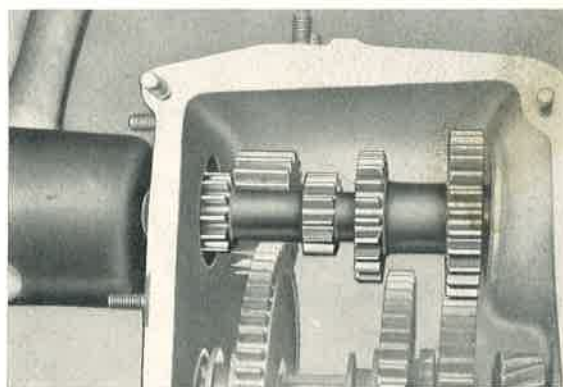

Bild 32e/1: Während des Einschlagens der Antriebswelle wird diese so gedreht, daß die Zähne nicht aufeinanderstoßen. Rückwärtsgangrad steht vor Zwischenrad.
Antriebswelle mit leichten Schlägen soweit durch das Doppelrad in das Lager 6203 der Kupplungsseite hindurchtreiben, bis das Zahnrad für Rückwärtsgang ins Zwischenrad einzugreifen beginnt (Bild 32e/1).
- c) Um ein Wandern der Antriebs- und Schaltwelle, bzw. der Außenlager 6203 zu verhindern, muß die Distanz zwischen den Lagern und dem Tacho-Deckel, bzw. dem Bund des Deckels ausgeglichen werden. Um das Ausgleichsmaß zu ermitteln wird mit einer Schublehre mit Tiefenmaß der Abstand zwischen Lager-Außenring und Gehäuse-Oberkante einschl. Dichtung gemessen. Desgleichen ist die Höhe des Bundes am Gehäusedeckel festzustellen. Die Differenz dieser beiden Maße ergibt die Stärke der einzulegenden Distanzscheiben (Bild 32e/2) (Bild 32e/3).
Achtung! Um eine Beschädigung dieses Abdichtringes (17x28x7) zu vermeiden, wird dieser auf eine Schutzhülse aus Messing- oder Kupferblech gesteckt und mittels eines passenden Rohres (Innen- ϕ 18 mm) auf der Schutzhülse bis zum Bündigwerden mit der Gehäusebohrung vorgeschlagen (Hammer) (Bild 32e/4).